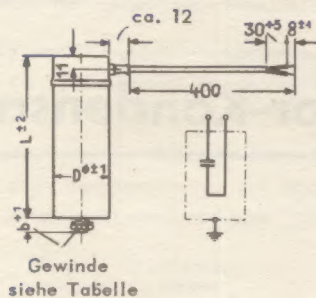

Bild 1a Ausführung mit Aluminiumbecher
- Aluminium-Becher für Kondensatoren mit einem Gehäuse-Durchmesser bis zu 60 mm. Gewindebolzen am Gehäuseboden zum Befestigen des Kondensators und gleichzeitig als Erdanschluß für das Kondensator-Gehäuse. Anschluß berührungssicher (Berührungsschutzkappe) mit 2adriger Gummischlauchleitung. (Bild 1a).
Nenntemperaturbereich der Kondensatoren nach Bild 1a (Aluminiumbecher) -25 bis +60°C